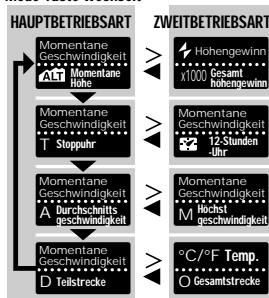

Abb.9
- Mit jedem Betätigen dieser Taste wechselt die Betriebsart gemäß der Darstellung in Abbildung 9. In dieser Betriebsart zeigt die Hauptanzeige (obere Linie) immer die momentane Geschwindigkeit an.